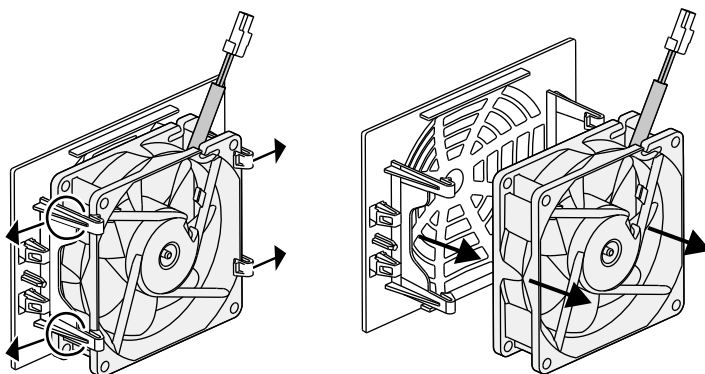

Fig. 55: Desmonte a grelha do ventilador
5. Também é possível remover o ventilador da grelha. Para isso, pressione levemente para fora as patilhas de fixação e retire o ventilador. **Fig. 55**